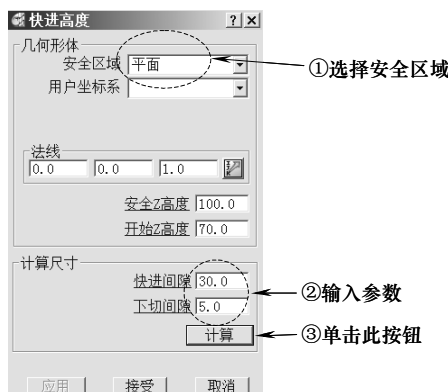

图 8-6 设置快进高度参数
(3) 设置快进高度 在 PowerMILL “综合”工具栏中,单击“快进高度”按钮,打开“快进高度”表格,按图 8-6 所示设置快进高度参数,完成后单击“接受”按钮退出。
(4) 设置加工开始点和结束点 在 PowerMILL “综合”工具栏中,单击“开始点和结束点”按钮,打开“开始点和结束点”表格,设置开始点为“毛坯中心安全高度”,结束点为“最后一点安全高度”。